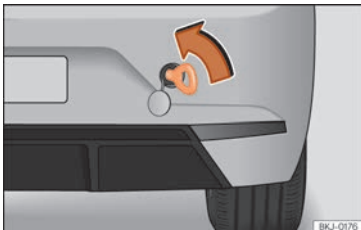

Abb. 50 Stoßfänger hinten rechts: eingeschraubte Abschleppöse.
- Drehen Sie die Abschleppöse **entgegen dem Uhrzeigersinn** in die Aufnahme bis zum Anschlag »» **Abb. 50** »» . Verwenden Sie ein geeignetes Hilfsmittel, um die Abschleppöse festzuziehen.